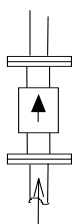

Рисунок 1
- при вертикальной или наклонной установке ППР направление потока должно быть снизу вверх (см. рисунок 1);